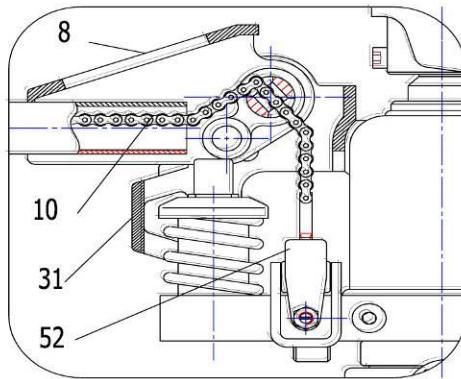

Рисунок 2.
- Установите шнек и гайку на конце цепи (10) в паз опорного корпуса рычага (52). (см. рисунок 2 и 4).
- Согласно рисунку 3 установите рукоятку (8) в горизонтальное положение, выньте штифт В, сохраните его, он понадобиться при следующей замене ручки.
- Вытяните фиксатор (23), согласно рисунку 1.
- Вставьте корпус рукоятки (8) в отверстие А. Соедините корпус рукоятки (8) с насосом (31) с помощью фиксатора (23).
- Затем проденьте эластичный штифт через фиксатор (23), чтобы зафиксировать деталь.
- Проведите цепь (10) через отверстие в фиксаторе (23). (см рисунок 2).